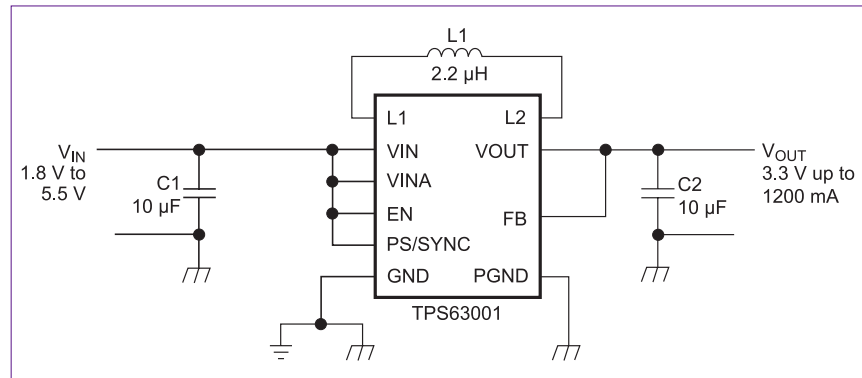

图5. 基于TPS6300X的升降压转换器。
能减小整体解决方案的尺寸。德州仪器 (TI) 推出的 TPS63000 器件系列就是上述概念的完美实践。在图5中，我们给出了基于该产品的升降压转换器的完整电路图。尽管该器件在升降压模式下能够分别支持高达 800mA 与 1200mA 的输出电流，但它仅使用了 3 个微